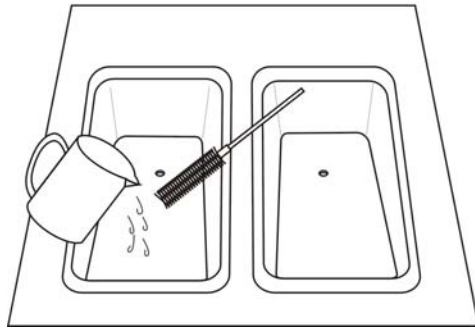

Figura 26
• Quando limpar, cerca de 5L de água injectada no depósito bica desligue o tubo estalados, para que o rápido águas claras para dentro do cilindro, ao mesmo tempo, use o pincel apropriado para limpar tubo estalado, tubo de alimentação de depósito e bacia. (Veja figura 26、 27)